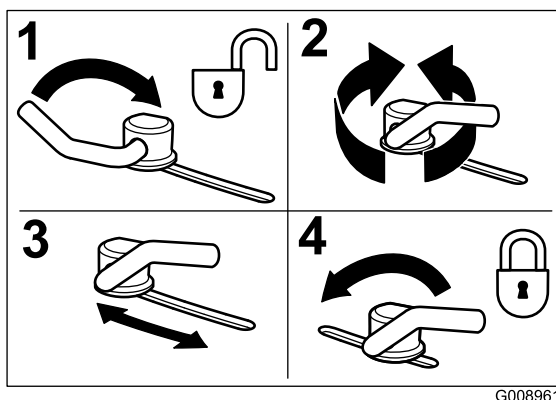

Figura 30
3. Para ajustar los bloques de leva, levante la palanca para aflojar el bloqueo de leva (Figura 30).
5. Devuelva la palanca a su posición original para apretar el deflector y los bloques de leva (Figura 30).